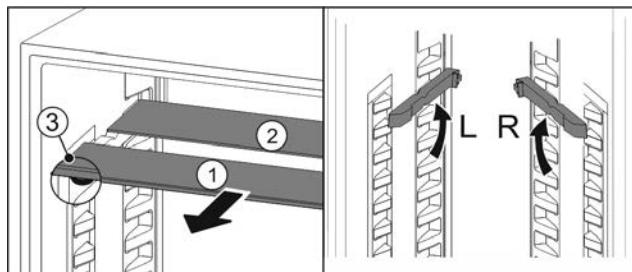

Fig. 27
- По одному извлеките Fig. 27 (1) стеклянные панели движением вперед.
- Стеклянная панель Fig. 27 (1) с декоративной планкой лежит спереди.
- Стопоры Fig. 27 (3) показывают вниз.